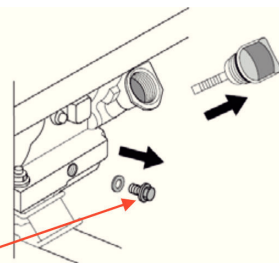

Рис. 10
5. Закрутите на место сливной болт с прокладкой (рис. 10);